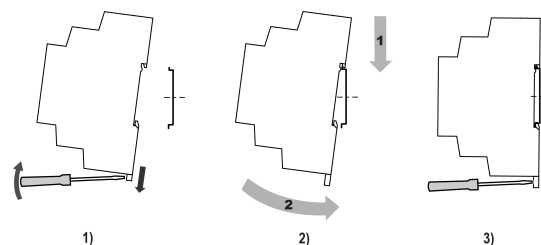

Abb. 2
1. Stellen Sie das Gerät wie in Abb. 2 gezeigt auf eine DIN-Schiene.